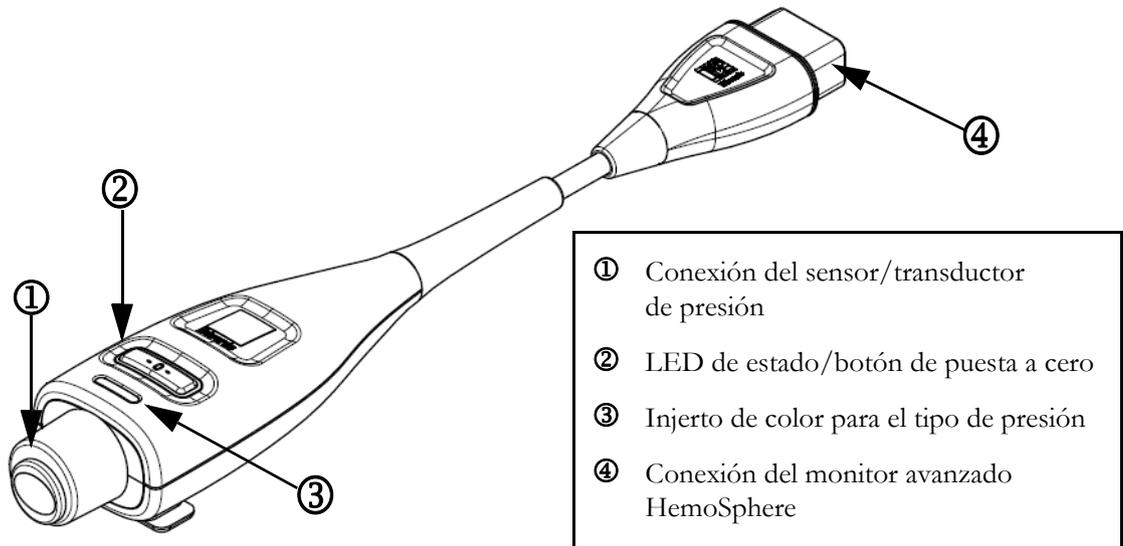

Figura 10-1 Cable de presión HemoSphere
El cable de presión HemoSphere es un dispositivo reutilizable que se conecta al monitor HemoSphere en un extremo ④ y a cualquier transductor de presión desechable (TPD) o sensor aprobado por Edwards en el otro ①. Consulte la figura 10-1 en la página 142. El cable de presión HemoSphere adquiere y procesa una única señal de presión de un TPD compatible, como el TPD TruWave, o un sensor FloTrac. Se conecta un sensor FloTrac o FloTrac IQ/Acumen IQ a un catéter arterial existente para obtener parámetros hemodinámicos mínimamente invasivos. Puede conectar un transductor TruWave a cualquier catéter de monitorización de presión compatible para obtener la presión intravascular basada en la ubicación. Consulte las instrucciones de uso proporcionadas con cada catéter para conocer las instrucciones específicas sobre su colocación y uso, y para conocer las advertencias, los avisos y las especificaciones pertinentes. El cable de presión HemoSphere puede monitorizarse a través de dos modos de monitorización de tecnología basados en el sensor/transductor emparejado: el modo de monitorización de los sensores **FloTrac** o **FloTrac IQ/Acumen IQ**, o el modo de monitorización de catéter **Swan-Ganz**. El modo de monitorización aparecerá en la barra de información (consulte la figura 5-19 en la página 88). El aspecto y los puntos de conexión del cable de presión HemoSphere se muestran en la figura 10-1.
Injerto de color para el tipo de presión. Si lo desea, puede utilizar un injerto del color adecuado en el cable de presión para indicar el tipo de presión monitorizada. Consulte ③ en la figura 10-1 a continuación. Los colores son los siguientes:
- Rojo para la presión arterial (PA)
- Verde para el gasto cardiaco (GC)
- 7 Utilice un movimiento recto hacia dentro o hacia fuera para acoplar el conector verde del sensor FloTrac cebado. El LED del cable de presión en el entorno del botón de puesta a cero (véase ② en la figura 10-1) parpadeará en verde indicando que se ha detectado el sensor de presión. Si la luz es amarilla, significa que se ha producido un error. En este caso, consulte la barra de estado para obtener más información sobre dicho error específico.
Pulse el botón físico de puesta a cero  directamente en el cable de presión (consulte la figura 10-1).
- 7 Utilice un movimiento recto hacia dentro o hacia fuera para acoplar el TPD TruWave al cable de presión HemoSphere. El LED del cable de presión en el entorno del botón de puesta a cero (véase ② en la figura 10-1) parpadeará en verde indicando que se ha detectado el TPD. Si la luz es amarilla, significa que se ha producido un error. En este caso, consulte la barra de estado para obtener más información sobre dicho error específico.